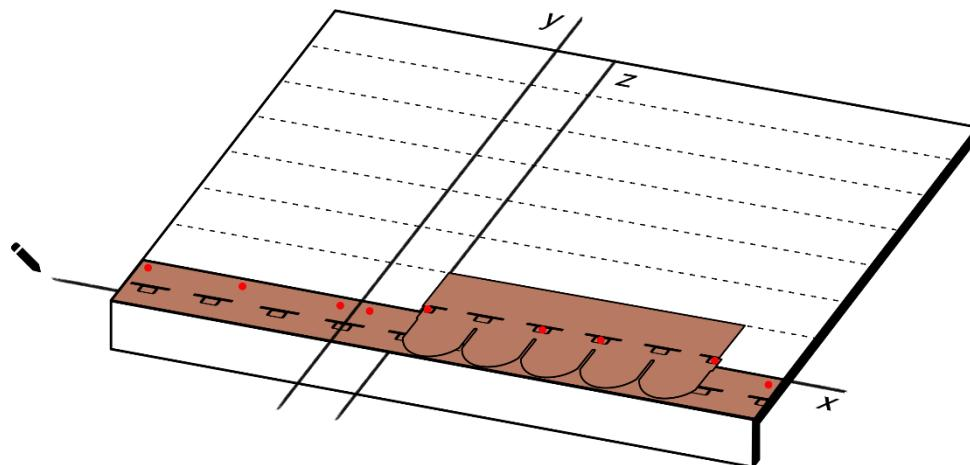
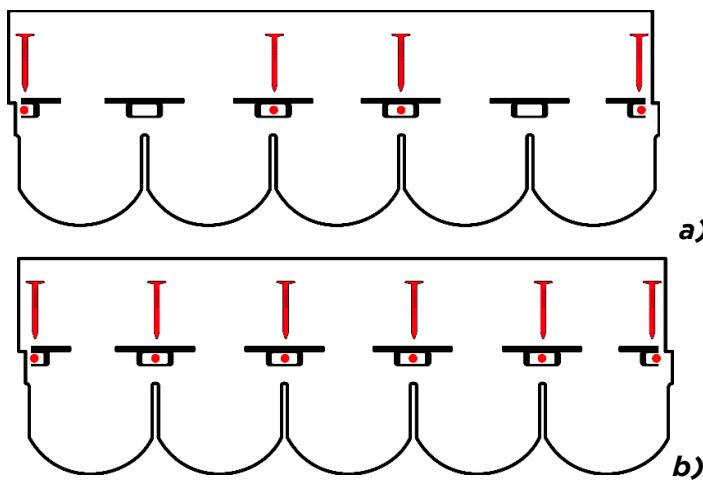

Fig. 7 - Posa delle tegole
Fig. 8 - Chiodatura tegole **a) pendenze <60°; **b)** pendenze >60°**
- Applicare in corrispondenza della linea di gronda, sopra alla membrana/sottotegola, un cordolo di adesivo bituminoso Bitustick - Fig. 7;
- Procedere con la posa della prima fila di tegole: allineare il bordo laterale della prima tegola sulla verticale **z** e il bordo superiore sull'orizzontale distante 14,5 cm da **x** - Fig. 7. Chiodare la tegola al sottofondo posizionando 4 chiodi per tegola, al centro delle pastiglie, come da Fig. 8 a). Nel caso di pendenze di falda tra 60° - 85°, posizionare 2 chiodi aggiuntivi al centro delle pastiglie rimanenti, per un totale di 6 chiodi per tegola, come da Fig. 8 b). Procedere con la posa di tutte le tegole della fila.